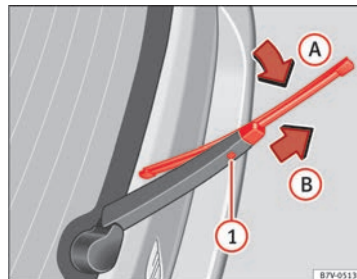

Fig. 162 Sostituzione della spazzola del lunotto.
- Piegare la spazzola da sopra verso il braccio del tergicristallo ⇒ fig. 162 (freccia ①).
- Tenere premuto il tasto di sblocco ⇒ fig. 162 ① tirando delicatamente la spazzola nella direzione indicata dalla freccia ②. Potrebbe essere necessario applicare molta forza.
- Inserire nel braccio portaspazzola una nuova spazzola **della stessa lunghezza e dello stesso tipo**, in direzione opposta a quella indicata dalla freccia ⇒ fig. 162 ② e incastrarla. Per farlo, la spazzola deve trovarsi in posizione di chiusura (freccia ①).